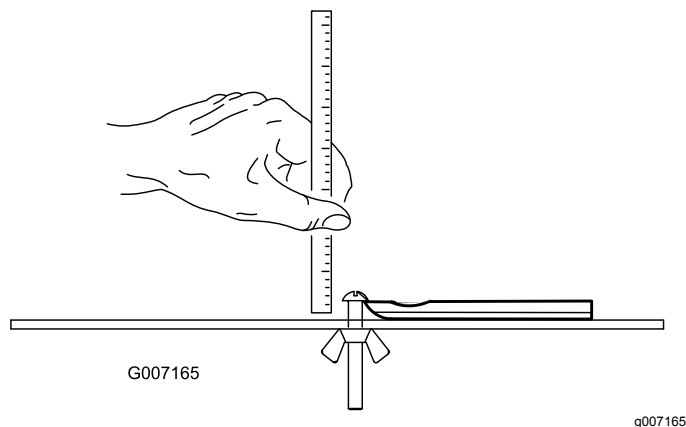

図 26
**注** どのベッドナイフでも、その使用限界はベッドナイフの底面を基準として判断します 図 26。